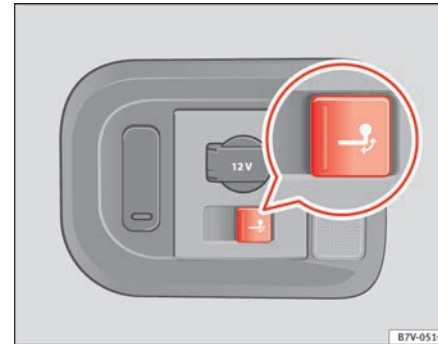

Abb. 156 Rechts im Gepäckraum: Taste zum elektrischen Schwenken des Kugelkopfs.
- Taste ⇒ Abb. 156 kurz ziehen. Der Kugelkopf wird elektrisch entriegelt und schwenkt selbstständig heraus, die Kontrollleuchte in der Taste blinkt.
- Taste ⇒ **Abb. 156** kurz ziehen. Der Kugelkopf wird elektrisch entriegelt, die Kontrollleuchte in der Taste blinkt.